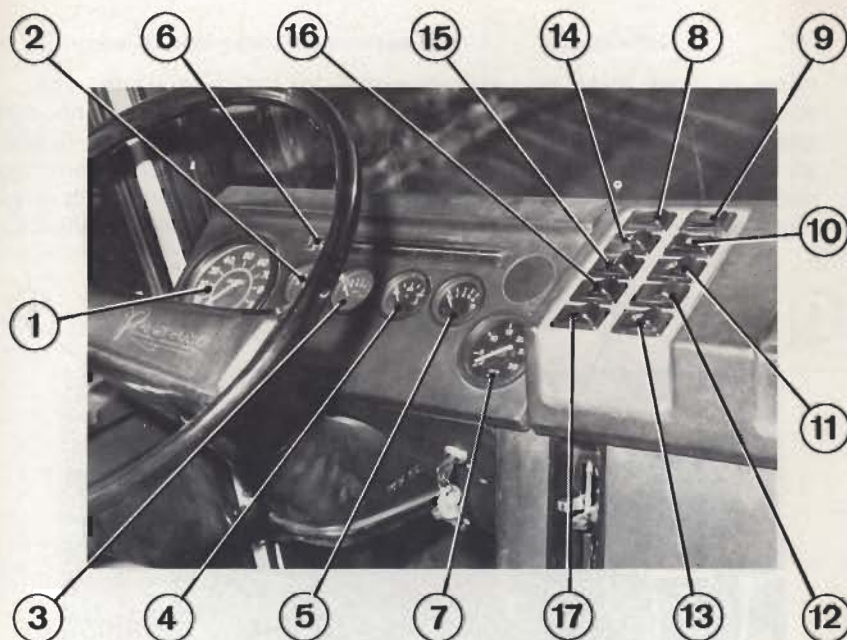

Fig. 1.6. - Tablero de instrumentos
- 1.º Observar con frecuencia los correspondientes señalizadores luminosos, situados en el tablero de instrumentos (6 Fig. 1.6). En condiciones normales todos los señalizadores de luz roja deben permanecer apagados. Parar inmediatamente el motor ante cualquier anomalía observada, y no ponerlo de nuevo en marcha hasta haberla corregido.